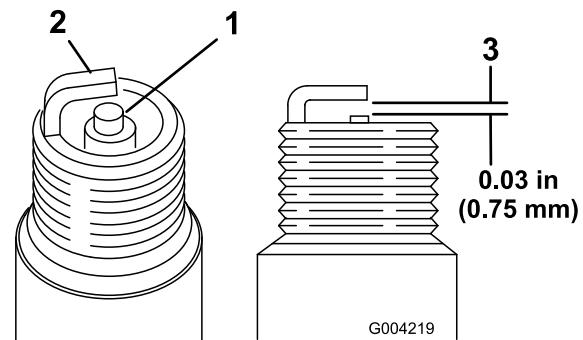

Figure 37
- Examinez le centre des bougies (Figure 37). Si le bec de l'isolateur est recouvert d'un léger dépôt gris ou brun, le moteur fonctionne correctement. S'il est couvert d'un dépôt noir, c'est généralement signe que le filtre à air est encrassé.
2. Contrôlez l'écartement entre l'électrode centrale et l'électrode latérale (Figure 37).
3. Courbez l'électrode latérale (Figure 37) si l'écartement est incorrect.